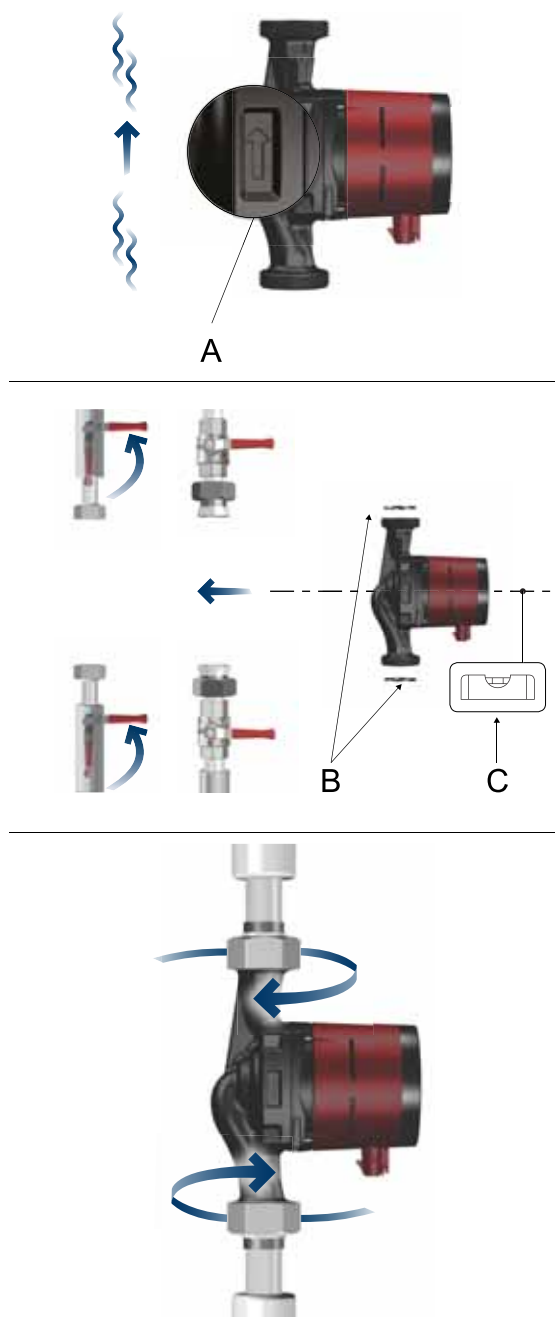

Fig. 1 Montering av produktet
Piler på pumpehuset viser strømningsretningen for væske gjennom pumpen. Se fig. 1 (A).
1. Fest de to pakningene når du monterer pumpen i røret. Se fig. 1 (B).
2. Monter pumpen med horisontal motoraksel. Se fig. 1 (C). Se også avsnitt 3.3 Pumpeposisjoner.